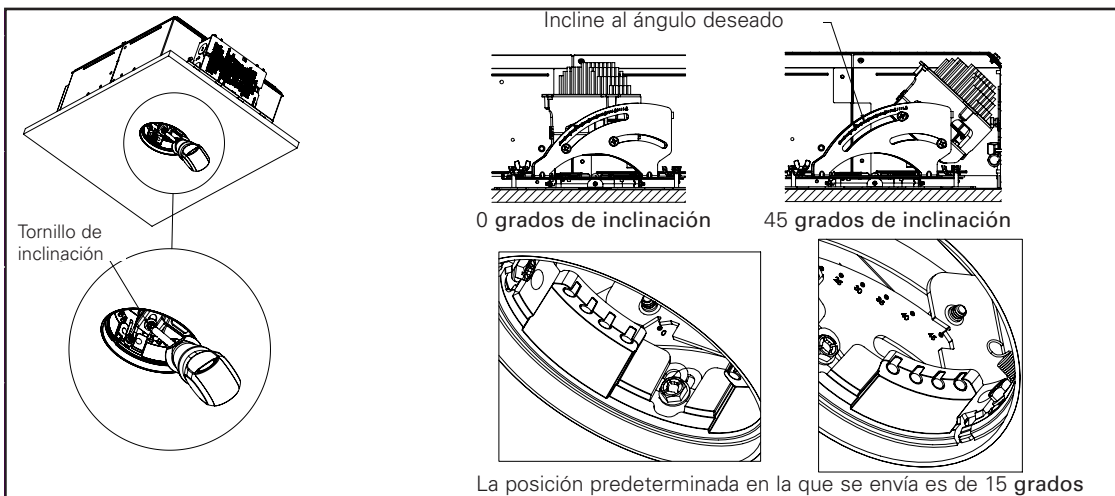

Figura 14
1. Incline el mecanismo al girar el tornillo de inclinación en el sentido de las agujas del reloj (Figura 14). Consulte el dial angular del conjunto del mecanismo para determinar el ángulo de inclinación.
1. Asegúrese de que el mecanismo esté en la posición "downlight" de luz focal a 0 grados (consulte la Figura 14)
2. Asegúrese de que el mecanismo esté en la posición “downlight” de luz focal a 0 grados (consulte la Figura 14)
2. Asegúrese de que el mecanismo esté en la posición "downlight" de luz focal a 0 grados (consulte la Figura 14).
5. Incline el mecanismo 45 grados (consulte la Figura 14).
2. Asegúrese de que el mecanismo de ajuste esté a 0 grados (posición de luz focal "downlight". Consulte la Figura 14).